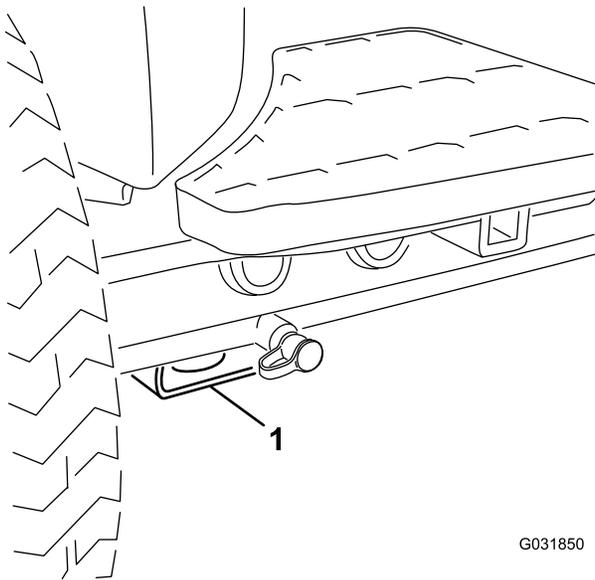

Figura 70
- Anteriore – Supporto rettangolare, sotto il tubo dell'assale, all'interno delle ruote anteriori (Figura 70).